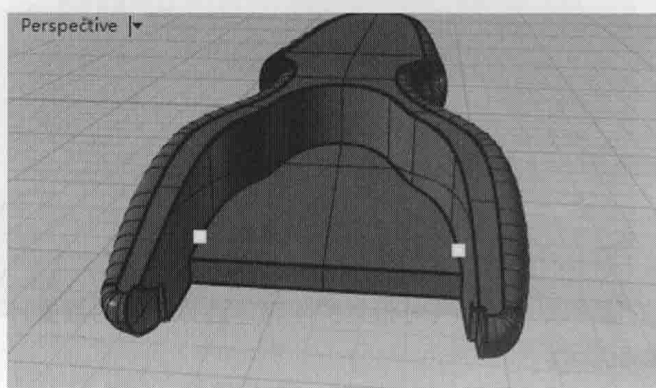

图 5-85 放置两个点对象
(1) 接 5.2.2 小节。在如图 5-85 所示的路径上放置两个关于 X 轴对称的点。